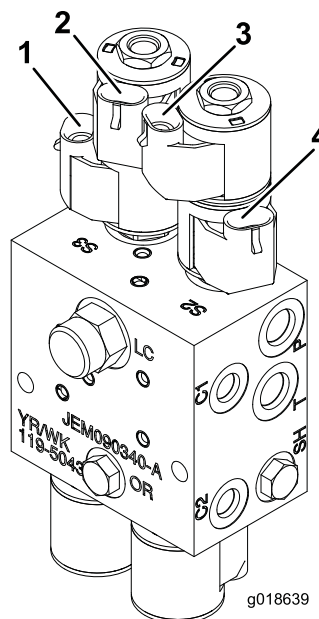

Рисунок 22
8. Подсоедините разъемы «Левая стрела/вверх» и «Левая стрела/вниз» на жгуте проводки к электромагнитным клапанам на гидравлическом блоке (Рисунок 22).